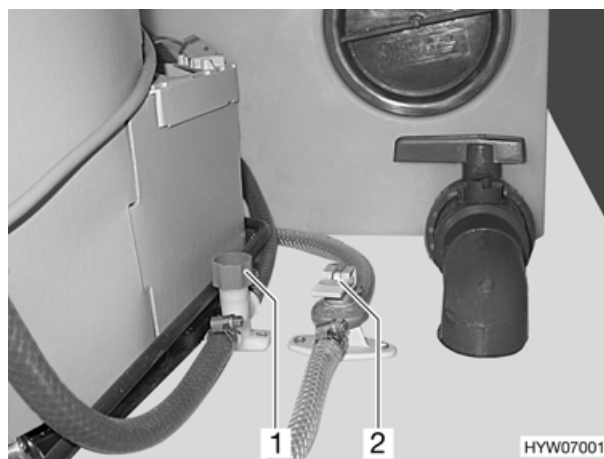

Fig. 72 Rubinetti di scarico
- Chiudere i rubinetti di scarico (Fig. 72) :
Ruotare il cappelletto di valvola blu (Fig. 72,1) in senso orario. Posizionare orizzontalmente la leva a bilanciere (Fig. 72,2). L'ubicazione dei rubinetti di scarico è riportata nella figura "Ubicazione dei dispositivi igienico-sanitari" alla fine del presente capitolo.
- Girare in senso antiorario il cappelletto di valvola blu (Fig. 72,1).
- Mettere la leva a bilanciere del rubinetto di scarico (Fig. 72,2) in posizione verticale.